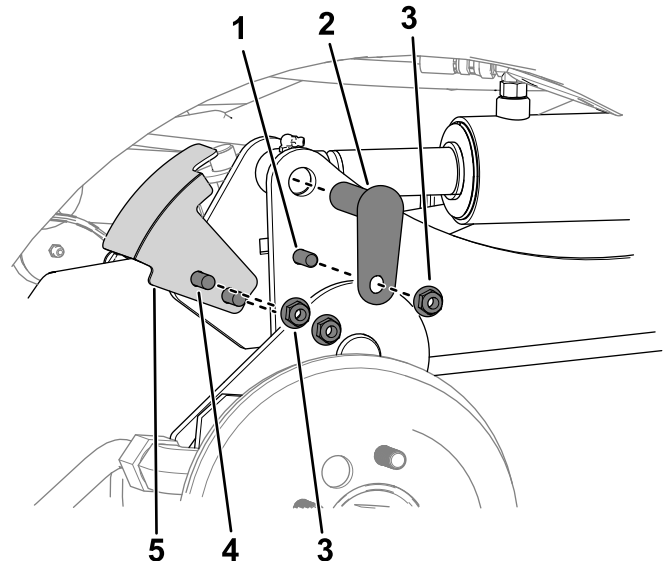

Рисунок 3
- B. Отверните 2 каретных болта и 2 гайки ($\frac{3}{8}$ дюйма), которые крепят кронштейн датчика к правому подъемному рычагу (Рисунок 3).
штифта, которые крепят подъемные рычаги к цилиндрам (Рисунок 3).